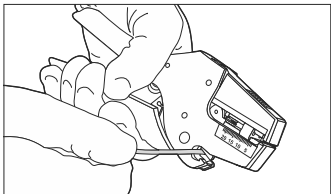

Рисунок 2
- 5.2 Отрезать необходимую длину провода. Для этого воспользуйтесь встроенным в стриппер резак (рисунок 2).